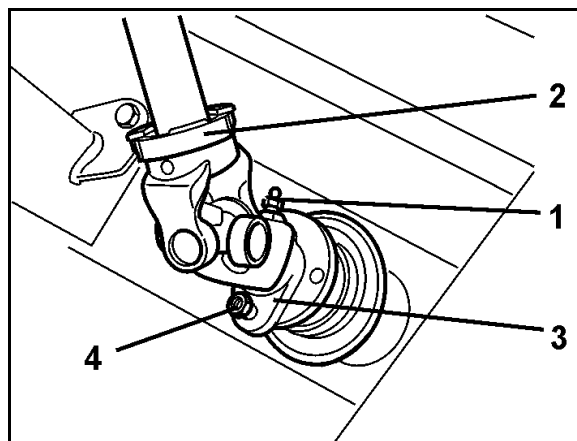

Fig. 81
1. Desfaceți niplul conic de lubrifiere (Fig. 81/1) din furca de racord (Fig. 81/2) a arborelui cardanic.
2. Îndepărtați șurubul de forfecare (Fig. 81/4) dintre flanșa furcii (Fig. 81/3) arborelui cardanic și flanșa arborelui de intrare al transmisiei.